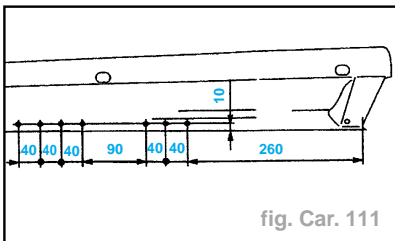

fig. Car. 111
- Tracer puis percer à Ø 6,5 mm pour soudage ultérieur par points bouchons (fig. Car. 111).